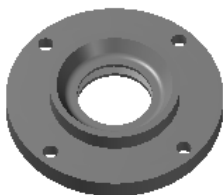

图 7.5.20 模型
使用 **两点间距 (D)...** 命令可以测量两点间的距离。下面通过图 7.5.20 所示的模型为例，讲解测量两点间距离的一般过程。
Step2. 选择命令。选择下拉菜单 **分析 (A)** → **两点间距 (D)...** 命令。